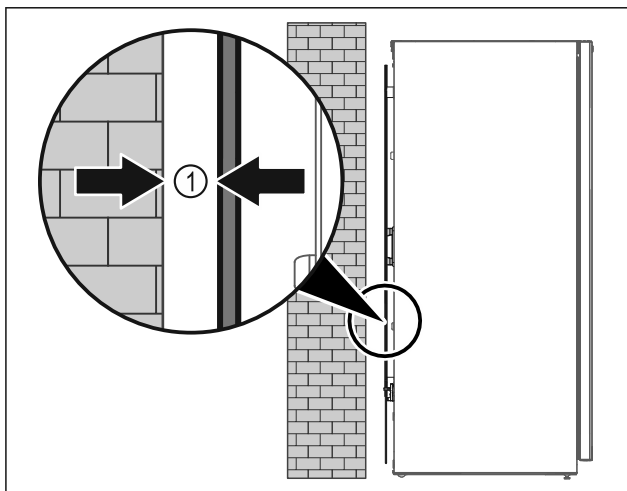

Fig. 7
► Instalați aparatul fie liber în încăperea sau direct la un perete cu o distanță minimă de 5 mm Fig. 7 (1).